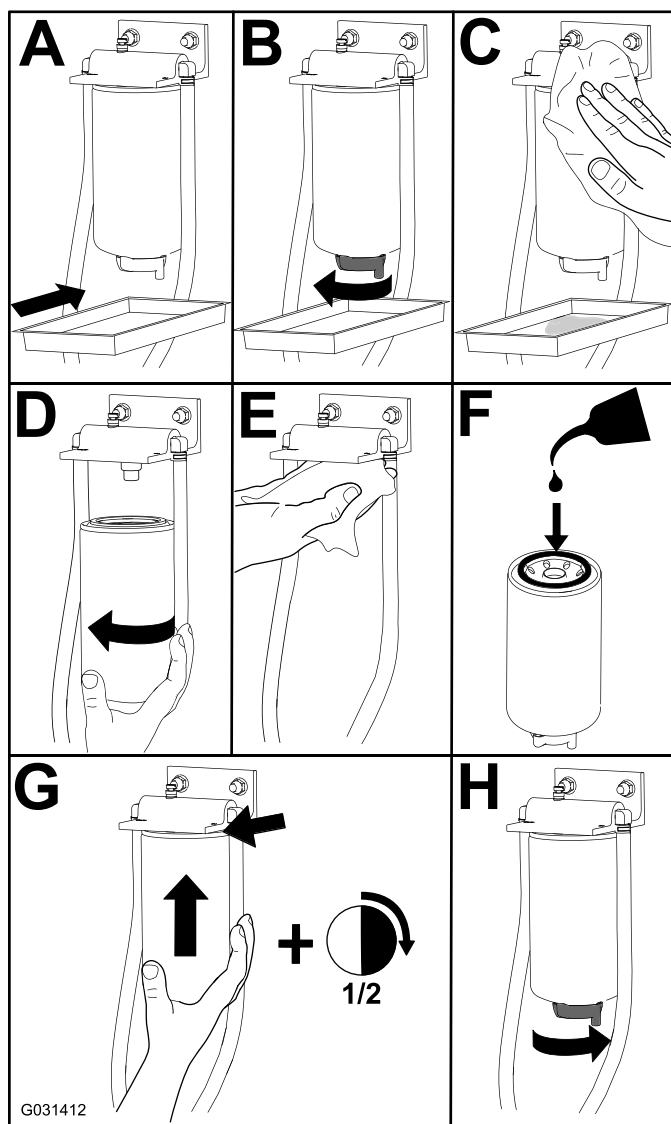

Рисунок 100
1. Замените фильтр, как показано на Рисунок 100.